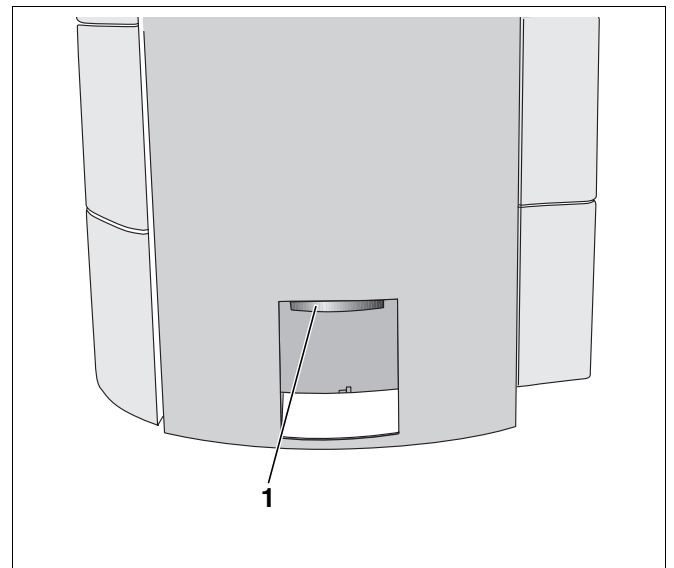

Abb. 10 Verbrennungsluftstutzen
Über den Verbrennungsluftstutzen (Abb. 10, **Pos. 1**) wird die Verbrennungsluft des Kaminofens blueline 6 zugeführt. Die Verbrennungsluft wird über Leitungen verteilt, die im Korpus des Kaminofens integriert sind.
- Eine Verbrennungsluftleitung an den Verbrennungsluftstutzen (Abb. 10, **Pos. 1**) anschließen.
Der Durchmesser des Verbrennungsluftstutzens (Abb. 10, **Pos. 1**) beträgt 120 mm.